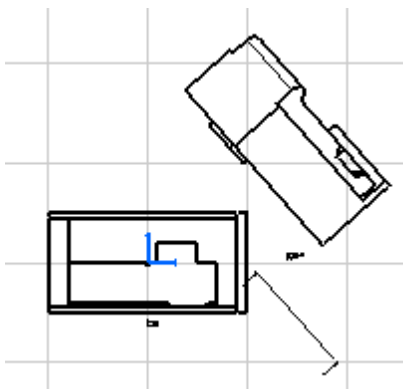

图 7-7
(3) Auxiliary View  (点击  右下方倒三角形), 按所需方向, 生成辅助视图 (见图 7-7)。